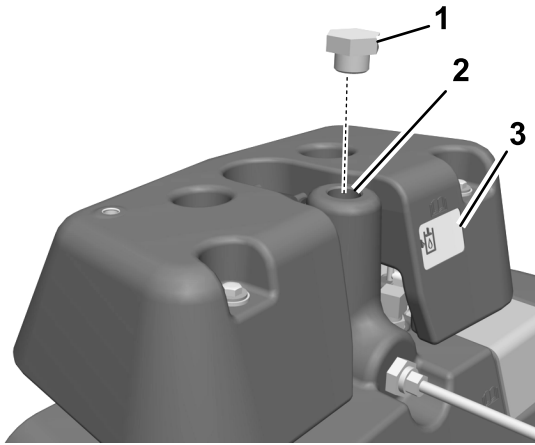

図 8
31. ブリーザを外して捨て、メイン油圧オイルタンクの一番上まで油圧オイルを入れる（図 8）。
32. ブリーザに代えてプラグを取り付ける（図 8）。
33. リークディテクタタンクに油圧オイルを入れる；オイルの量は、タンクの点検窓の中央位置まで（図 8）。